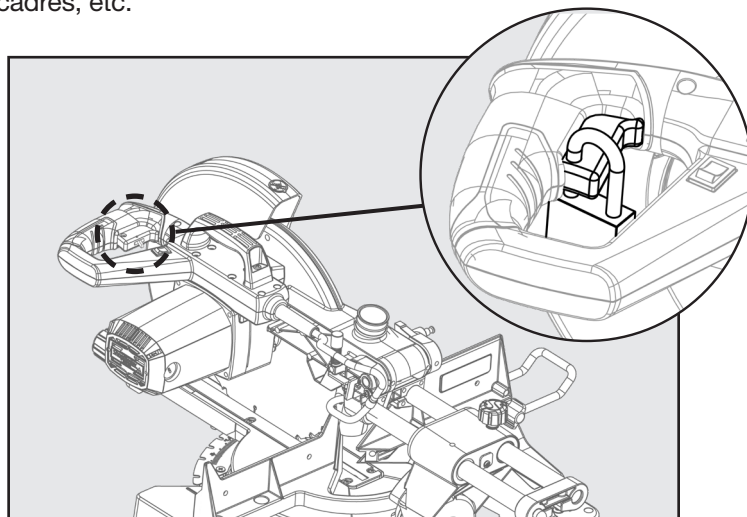

FIGURE 15
10. Si le haut ou le bas de la face de la lame n'est pas parfaitement aligné avec l'équerre, référez-vous à la figure 15 ci-dessous et effectuez les opérations suivantes.
11. Desserrez la manette de verrouillage de biseau (G).
12. Ajustez la vis de réglage de butée fixe (H) pour aligner la lame de scie avec l'équerre. Consultez « Vis de butée fixe » dans la section Réglage de ce guide pour plus d'informations détaillées.
Pour empêcher les personnes non autorisées d'utiliser la scie, un cadenas (non compris) peut être installé dans l'orifice de verrouillage situé sur le commutateur, comme illustré à la figure 15. Assurez-vous que le cadenas est bien fermé avant de laisser la scie sans surveillance.